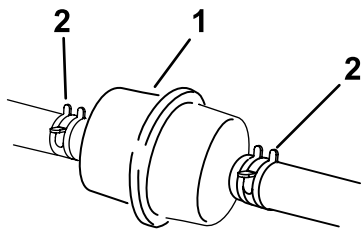

Figure 44
6. Raccordez les conduites d'alimentation de chaque côté du filtre à carburant avec des colliers (Figure 44).
7. Pincez les extrémités des colliers et éloignez les colliers du filtre (Figure 44).